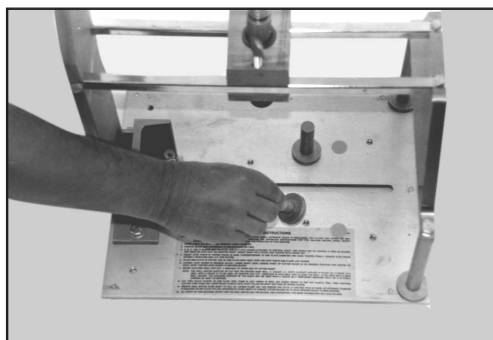

Figura 7
4.2 Insira os pinos de guia nos orifícios rosqueados situados na base do suporte de furação, de acordo com o diâmetro do cabeçote lateral e aperte-os firmemente com a mão (figura 7).